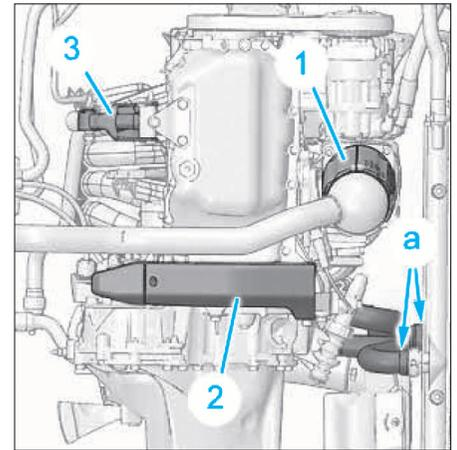

FIG. 31
- les écrous de transmissions à l'aide de l'outil d'immobilisation de moyeu (ref. 6310-T)
- l'impacteur de boîte de vitesses (2) (Fig.31)
- le catalyseur (1)
- la biellette anticouple (3)
• Raccorder l'outil ref. 4192-T sur la valve de purge
(6) du circuit d'alimentation carburant et recueillir le carburant dans un récipient (lors de l'accouple-